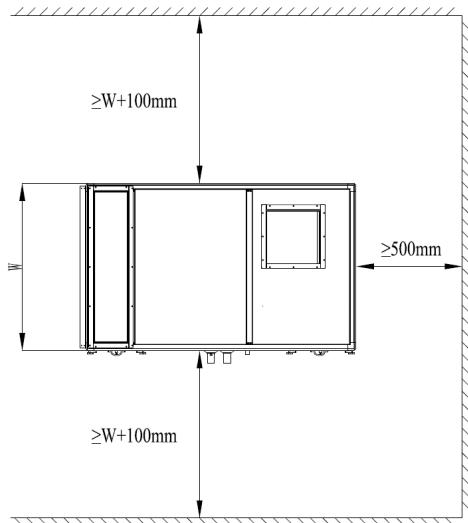
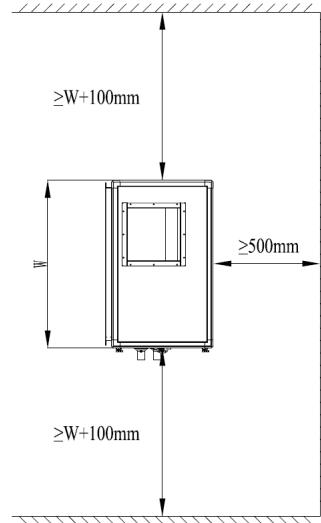

图2.4 卧式机组安装空间
图2.5 立式机组安装空间
- (1) 机组应严格按本公司提供的图纸安装；
- (2) 机组不得承受外接管道、风管的重量以及其他外接装置的重量；
- (3) 空调机组与风管间应采用柔性连接，以避免振动的传递；连接处应进行密封及保温处理，避免漏风引起机组外表面凝露；
- (4) 风管、水管必须进行保温处理；
- (5) 机组安装时应留有可供各功能段发挥功能的空间；
- (6) 机组安装在室外时，务必增加防雨遮阳装置；
- (7) 机组箱板框架之间的连接必须紧密，必须压紧密封条，以防漏风；
- (8) 空气过滤器应在机组其他部件安装完毕后再安装，并在安装前检查空气过滤器滤料是否破损或被污染；
- (9) 机组安装时应及时清除机组内杂物，用压缩空气或毛刷仔细吹刷盘管翅片上的灰尘，并将变形的翅片校正；
- (10) 安装时应留有可供各功能段检修的空间，以及顶部的风管安装空间。见下图2.4/图2.5；